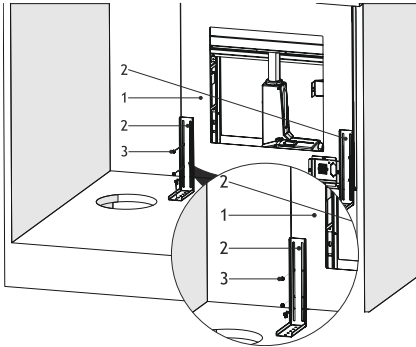

Fig. 15
5. ▶ Montera fläkten med de 2 x långa monteringsbeslagen ordentligt i bottenplattan (Fig. 15)